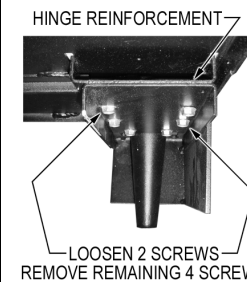

Figura 4d. Retire la placa de refuerzo de la izquierda
4. **Retraiga los Soportes Delanteros** – Empiece con el Soporte Delantero Izquierdo. Desde debajo de la máquina, afloje los dos tornillos que se muestran Figura 4d. Retire los 4 tornillos que quedan y también el tornillo grande que se muestra en el (Figura 4). Retire el Refuerzo de la Bisagra Izquierda y Levantador de Puerta. Guarde todas las partes para el paso 5. Empuje el Soporte Delantero Izquierdo hacia adentro para que este alineado al gabinete. Apriete los dos (2) tornillos debajo. Mueva hacia el Soporte Delantero Derecho. Debajo de la máquina, afloje los dos (2) tornillos que se muestran en el. Retire los cuatro (4) tornillos que quedan y también el tornillo grande que se muestra en el. Retire el Refuerzo de la Bisagra Inferior. Guarde todas las partes para el paso 6. Empuje el Soporte Delantero Derecho hacia adentro para que este alineado al gabinete. Apriete los dos (2) tornillos debajo.